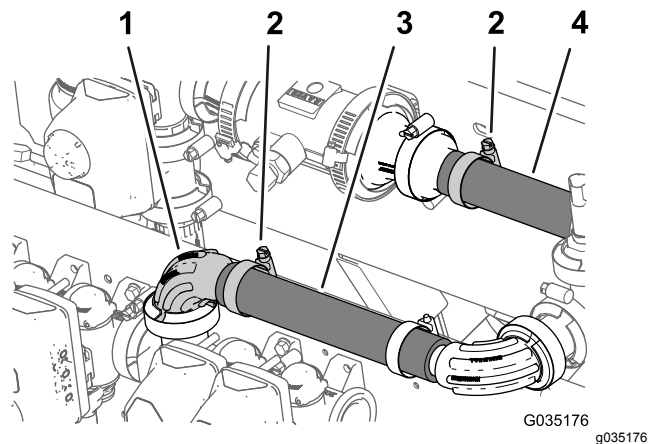

Figura 64
- Conecte la manguera (1" x 8-1/2") al acoplamiento con brida de 90° (1") según se muestra en Figura 64.
- Sujete la manguera al acoplamiento con brida con una abrazadera (Figura 64).
- Apriete la abrazadera que sujeta la manguera (1 x 7-1/4") al acoplamiento con brida dentado (1") que ha montado en Instalación del transductor de presión en la máquina \(página 30\); consulte la Figura 64.